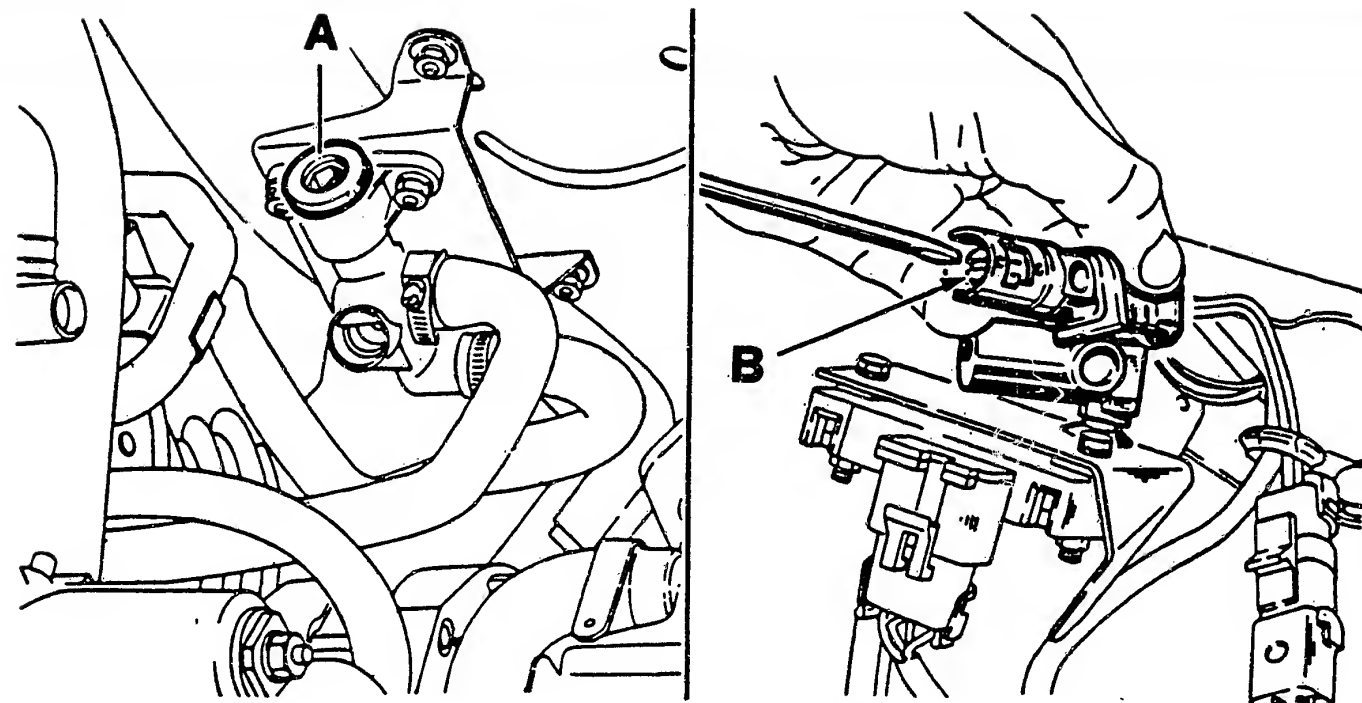

Bild 36 Einspritzanlage Renix: Einstellen der Leerlaufdrehzahl (A) und des Leerlaufgemisches (B).
- Die **Leerlaufdrehzahl** von 775...825/min. wird an der Umgehungs-schraube der Drosselklappe (A in Bild 36) eingestellt.
- Das **Potentiometer (CO)** hat am linken Anschlag einen Widerstand von 0...10 Ω , am rechten Anschlag von ~10k Ω .